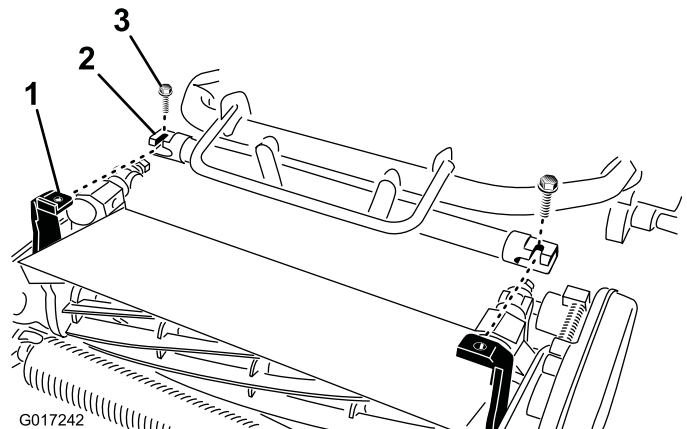

Figura 5
4. Spostate il telaio del trattorino (Figura 5) in avanti fin quando si innesta sui bracci girevoli dell'apparato di taglio.
5. Fissate il telaio del trattorino ai bracci girevoli dell'apparato di taglio con (2) bulloni da 3/8 x 3/4 pollici (Figura 5).